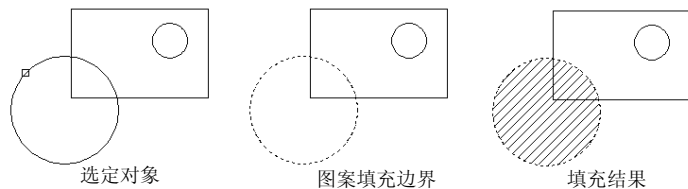

图 2-29 选择对象的图案填充
(2) “添加：选择对象”按钮：根据构成封闭区域的选定对象确定边界。对话框将暂时关闭，系统将会提示选择对象。选择对象进行图案填充过程如图 2-29 所示。选择对象时，可以随时在绘图区域中单击鼠标右键以显示快捷菜单，利用此快捷菜单可以放弃最后一个或选定对象、更改选择方式、更改孤岛检测样式或预览图案填充或渐变色填充。